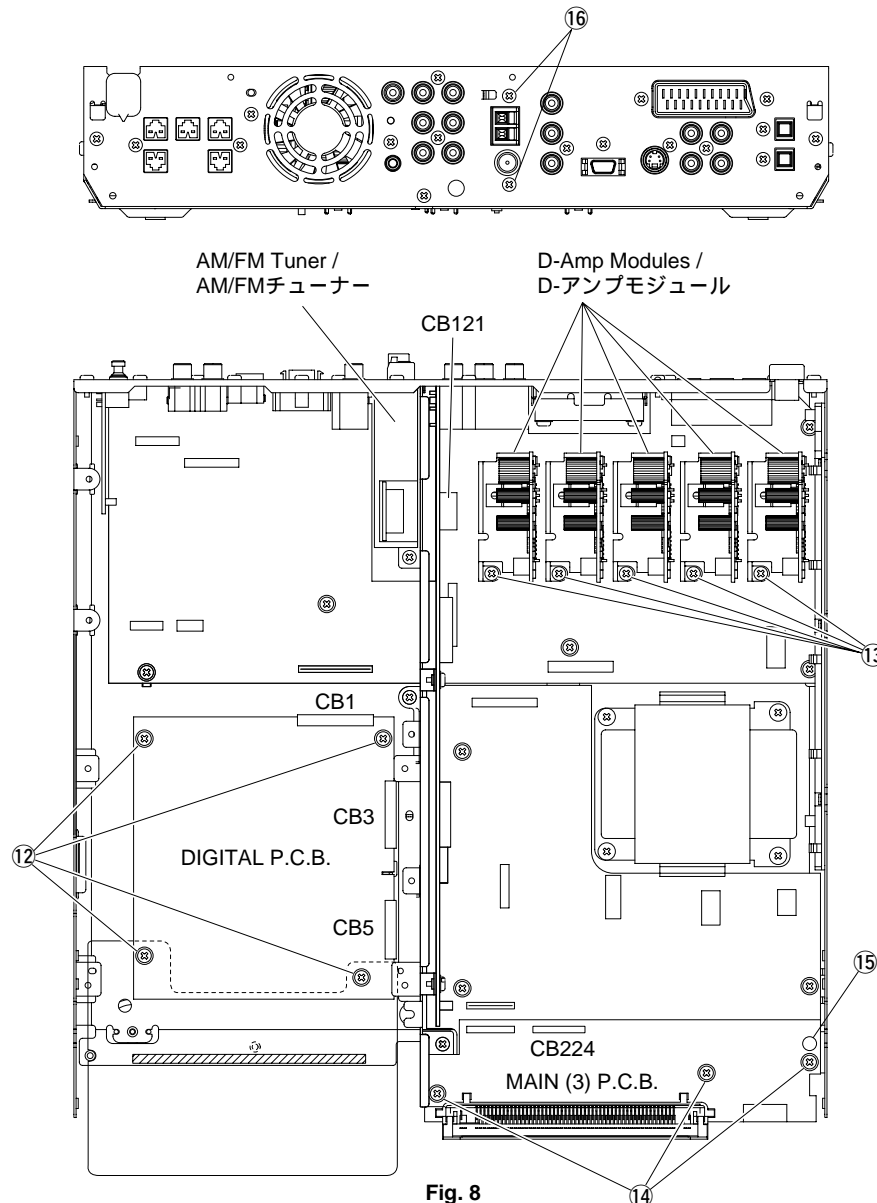

Fig. 8
- Remove connectors CB1, CB3 and CB5 in Fig. 8.
- Remove 4 screws ( ⑫ ) and then remove the DIGITAL P.C.B. in Fig. 8.
- コネクターCB1、CB3、CB5を外します。( Fig. 8 )
- ⑫のネジ4本を外し、DIGITAL P.C.B.を外します。( Fig. 8 )
Remove 5 screws ( ⑬ ) and then remove the D-Amp Modules in Fig. 8.
⑬のネジ5本を外し、D-アンプモジュールを外します。( Fig. 8 )
- Remove connector CB224 in Fig. 8.
- Remove 3 screws ( ⑭ ) and 1 push rivet ( ⑮ ) and then remove the MAIN (3) P.C.B. in Fig. 8.
- コネクターCB224を外します。( Fig. 8 )
- ⑭のネジ3本、⑮のプッシュリベット1本を外し、MAIN (3) P.C.B.を外します。( Fig. 8 )
- Remove connector CB121 in Fig. 8.
- Remove 2 screws ( ⑯ ) and then remove the AM/FM Tuner in Fig. 8.
- コネクターCB121を外します。( Fig. 8 )
- ⑯のネジ2本を外し、AM/FMチューナーを外します。( Fig. 8 )